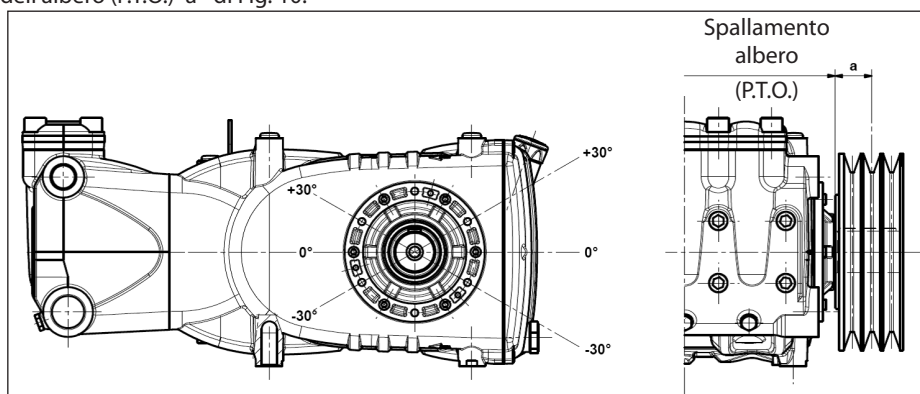

Fig. 10
Il carico radiale sull'albero non deve essere superiore a 4500 N (valore necessario per la definizione del Lay-out). La trasmissione è considerata adeguata se tale carico è applicato ad una distanza massima $a = 50$ mm dallo spallamento dell'albero (P.T.O.) come indicato in Fig. 10.
- b) Utilizzare cinghie ad alto rendimento - per esempio **XPB** invece di **SPB** - in quanto risulterà necessaria una quantità inferiore di cinghie a parità di potenza trasmessa ed una conseguente distanza inferiore della risultante rispetto allo spallamento dell'albero (P.T.O.) "a" di Fig. 10.